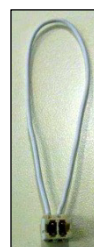

Bild2
- 2) Den Brückenstecker (Bild 2) am Pin-Anschluss **“CN_B”** auf der „Neuen Hauptplatine“ montieren, siehe Abbildung: